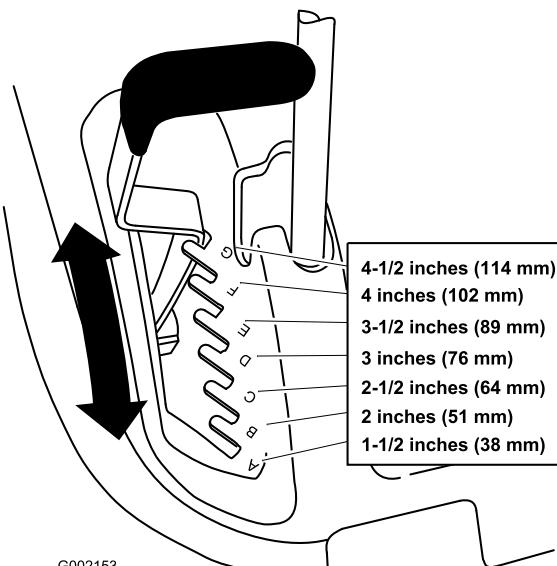

Figura 12
1. Alzate la leva dell'altezza di taglio in posizione di trasporto (anche la posizione di 114 mm dell'altezza di taglio) (Figura 12).
2. Per regolare, alzate la leva di regolazione dell'altezza di taglio e spostatela nella posizione desiderata (Figura 12).